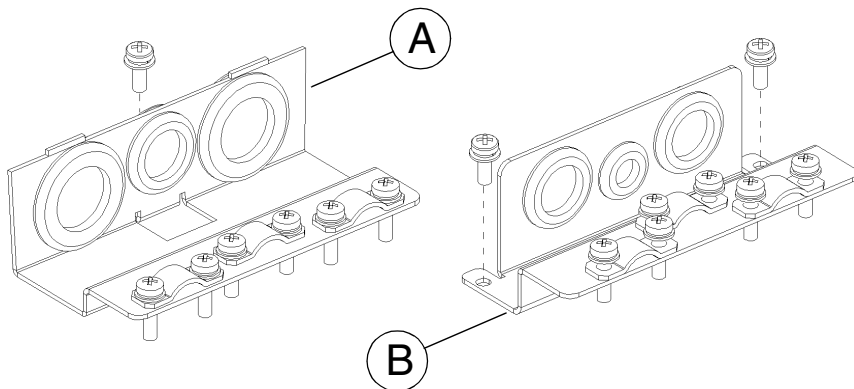

Рис. 17 Уплотнительная пластина для **силовых кабелей (А)** и для **кабелей управления (В)**, преобразователи частоты типа IP 21 / NEMA1.
Уплотнительная пластина для кабелей управления (B), см. рис. 17